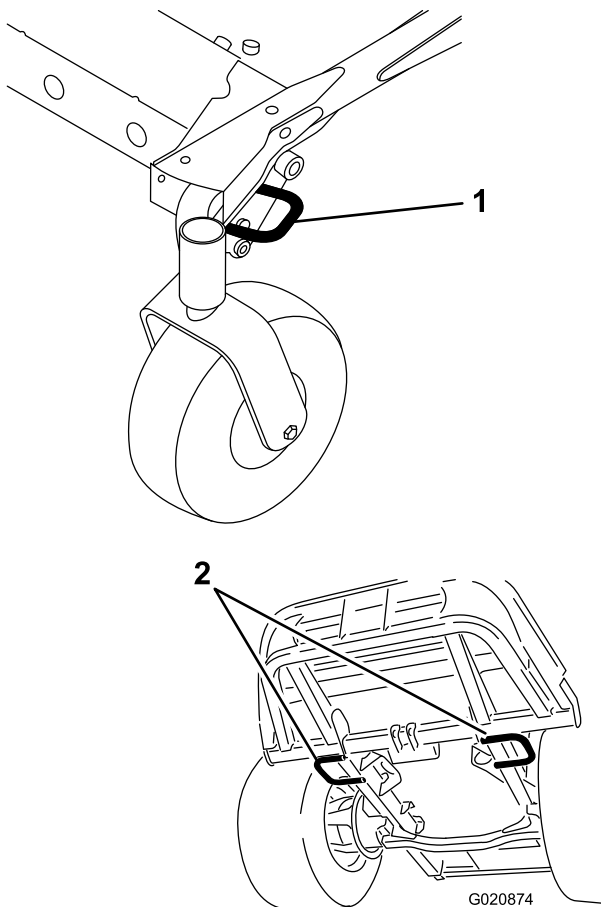

Bild 30
3. Befestigen Sie die Maschine mit den gesetzlich vorgeschriebenen Riemen, Ketten, Kabeln oder Seilen am Anhänger oder Pritschenwagen (Bild 30).